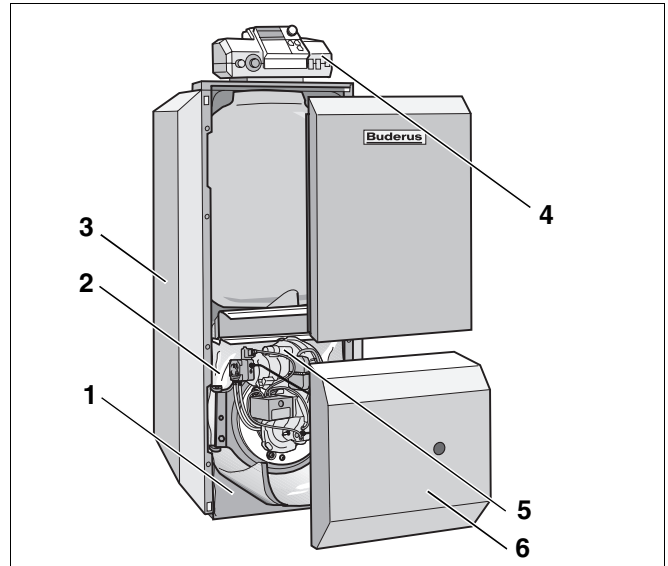
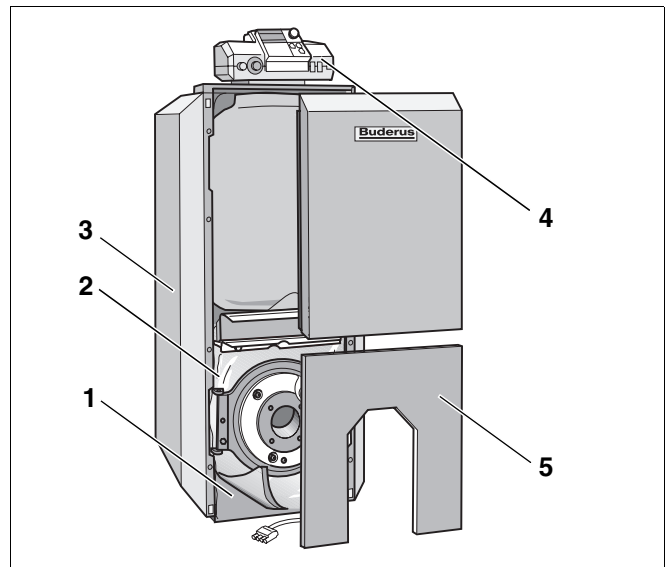

Abb. 1 Öl-/Gas-Spezialheizkessel Logano S115 mit Brenner Logatop
Abb. 2 Öl-/Gas-Spezialheizkessel Logano S115
Der Öl-/Gas-Spezialheizkessel Logano S115 (Abb. 1) ist werkseitig mit einem Brenner Logatop (Abb. 1, **Pos. 5**) ausgestattet.
Den Öl-/Gas-Spezialheizkessel Logano S115 (Abb. 2) bestückt der Fachhandwerker mit einem zum Heizkessel passenden Brenner.
Die Hauptbestandteile des Öl-/Gas-Spezialheizkessels Logano S115 mit Brenner Logatop (Abb. 1) und des Öl-/Gas-Spezialheizkessels Logano S115 (Abb. 2) sind:
- Kesselblock mit Speicher-Wassererwärmer (Abb. 1 und Abb. 2, **Pos. 1**) und Brenner (Abb. 1, **Pos. 5**). Der Kesselblock überträgt die vom Brenner erzeugte Wärme an das Heizungswasser. Der Speicher-Wassererwärmer speichert und erhitzt das Trinkwasser.
- Kesselmantel (Abb. 1 und Abb. 2, **Pos. 3**), Wärmeschutz (Abb. 1 und Abb. 2, **Pos. 2**) und Brennerhaube (Abb. 1, **Pos. 6**) bzw. untere Vorderwand (Brennertürverkleidung – Abb. 2, **Pos. 5**). Kesselmantel, Wärmeschutz und untere Vorderwand (Brennertürverkleidung) bzw. Brennerhaube verhindern den Energieverlust. Die Brennerhaube dient darüber hinaus als Schallschutz.
- Regelgerät (Abb. 1 und Abb. 2, **Pos. 4**). Das Regelgerät dient der Überwachung und der Steuerung aller elektrischen Bauteile des Öl-/Gas-Spezialheizkessels Logano S115.